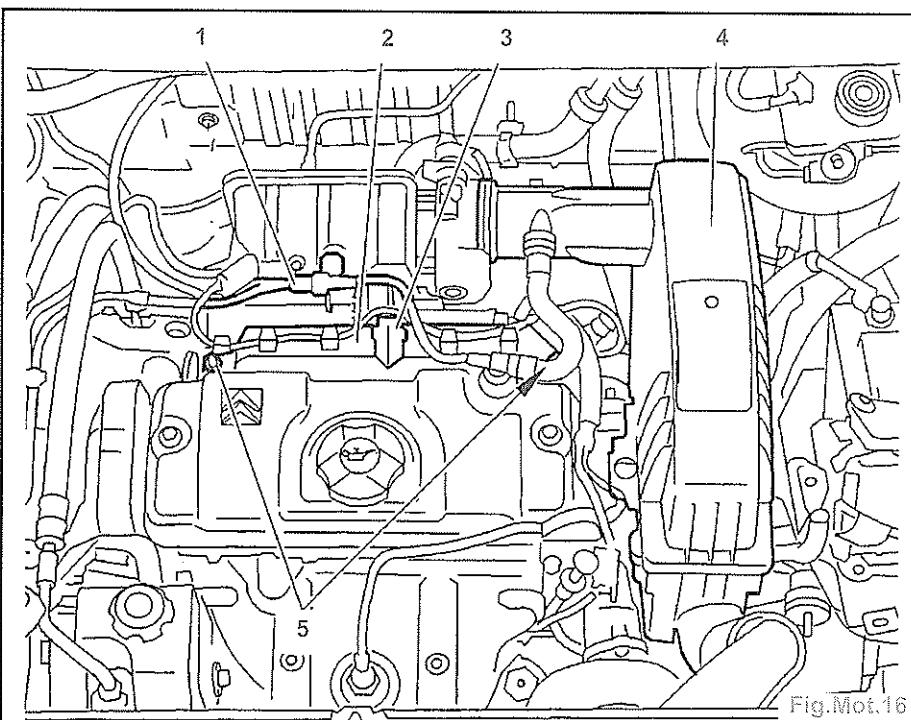

Fig.Mot.16
- Déposer le filtre (4) (Fig.Mot.16 pour les moteurs TU1JP et TU3JP) et (Fig.Mot.20 pour le moteur TU5JP4).